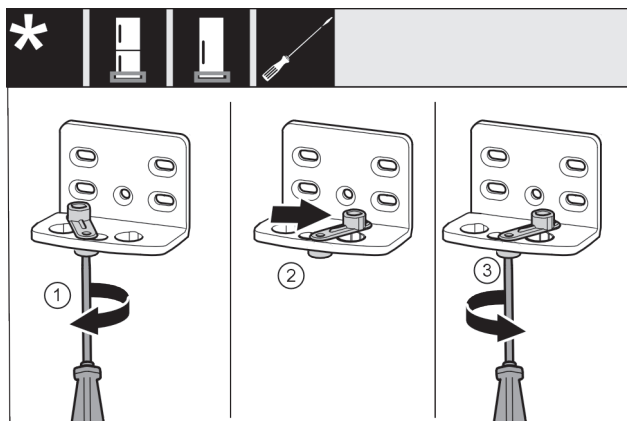

Fig. 15
- Allentare leggermente la vite Fig. 15 (1) con un cacciavite.
- Sollevare l'ausilio di chiusura della porta Fig. 15 (2) e ruotarlo nel foro di 90° a destra.
- Stringere la vite Fig. 15 (3) con un cacciavite.